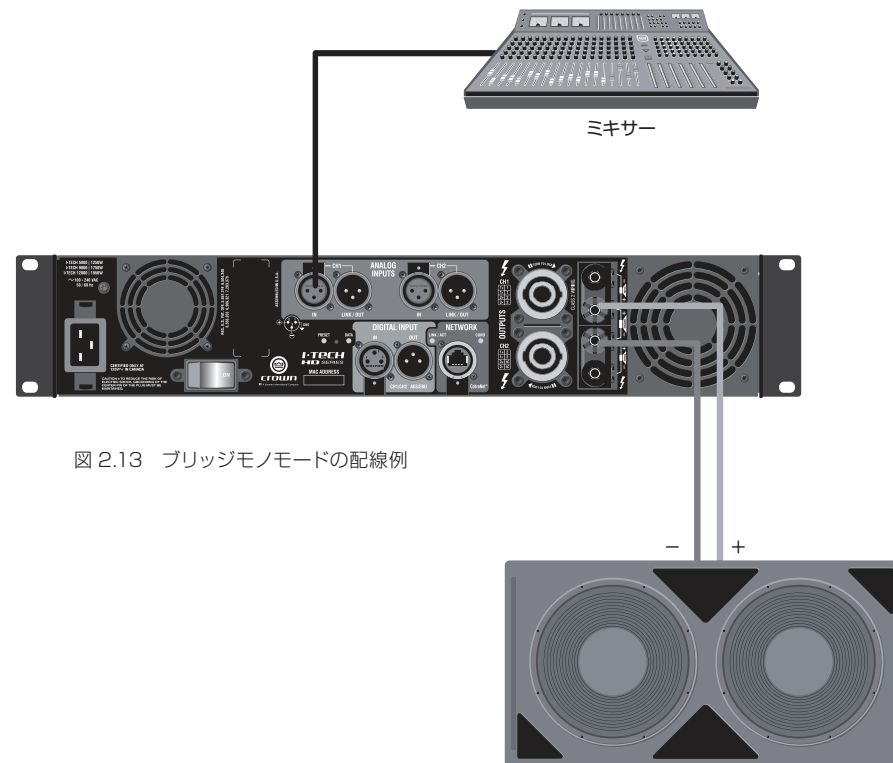

図 2.13 ブリッジモノモードの配線例
入力: 接続は以下の方法で行ってください ( 図 2.13)
- ・バイディングポストを使用してスピーカーを接続する場合、各出力端子の赤いバイディングポストを使用してください ( 図 2.13)。ブリッジモノモードで動作する場合は黒のバイディングポストは使用しないでください。